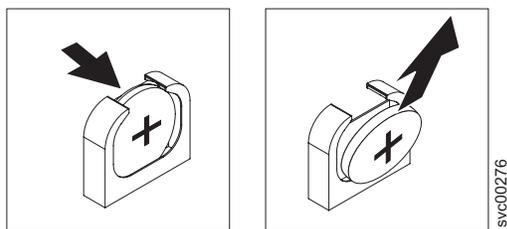

図 138. SAN ボリューム・コントローラー 2145-8G4 CMOS バッテリー・ホルダー
5. 図 138に示すように、CMOS バッテリーを取り外します。